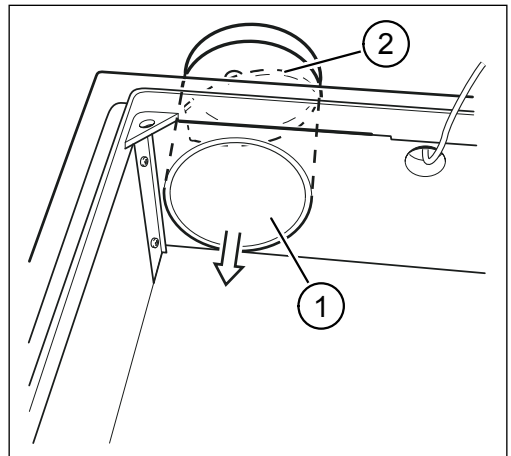

Abb. 19: Rückschlagklappe ausbauen
- ▶ Ziehen Sie die den Kunststoffstutzen (Pos. 1 in Abb. 19) mit eingebauter Rückschlagklappe (Pos. 2 in Abb. 19) nach unten heraus.